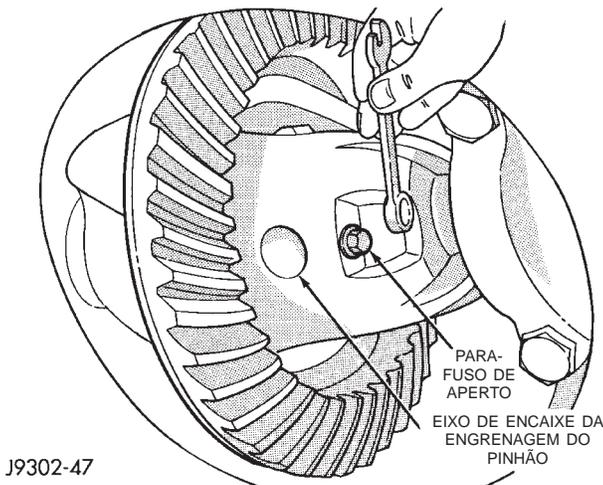

Fig. 9 Parafuso de Aperto do Eixo de Encaixe
(1) Eleve e apóie o veículo. Garanta que a transmissão esteja na posição Neutral (Neutro).
(2) Remova a montagem da roda e do pneu.
(3) Remova o tambor do freio. Consulte o Grupo 5, "Freios", para obter o procedimento correto.
(4) Limpe todo material estranho da área da cobertura do alojamento.
(5) Solte os parafusos da cobertura do alojamento. Drene o lubrificante do alojamento e os tubos do semi-eixo. Remova a cobertura do alojamento.
(6) Gire a caixa do diferencial para que o parafuso de aperto do eixo da engrenagem de encaixe do pinhão eixo fique acessível. Remova o parafuso de aperto e o eixo da engrenagem de encaixe do pinhão da caixa do diferencial (Fig. 9).